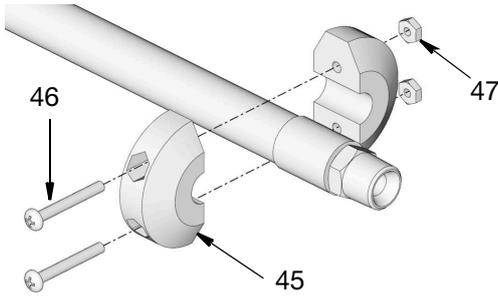

ABB. 14
- Die Kugelarretierung und das Abgabeventil wieder anbringen (ABB. 14).
- Schraubzwinde abnehmen (A).